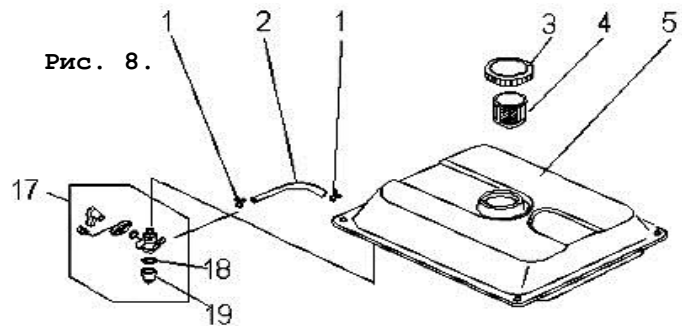

Рис. 8.
9.5.2. Снять крышку бензобака поз. 4 (рис. 8) и колпачок крана подачи бензина поз. 19 (рис. 8), стараясь не повредить уплотнения. Слить остатки топлива во вспомогательную емкость.
9.5.3. Удалить загрязнения с фильтров поз. 18 и поз. 4 (рис. 8) промыванием в легком растворителе (типа №646) и продувкой. Высушить фильтры и установить их на место.
ливный шланг поз. 2 (рис. 8).
9.7.2. Удалить или полностью выработать имеющуюся в баке топливную смесь. Слив производить, сняв колпачок поз. 19 (рис. 8) крана подачи топлива.